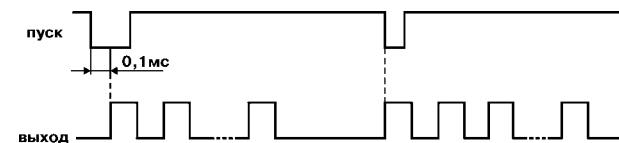

Рис. 5
3.1.3.2. Импульс «Пуск» запускает выполнение программы сначала или с места установки (рис. 5). Длительность импульса не менее 0,1 с. Задержка реакции прибора на сигнал "Пуск" составляет не более 0,1 мс.